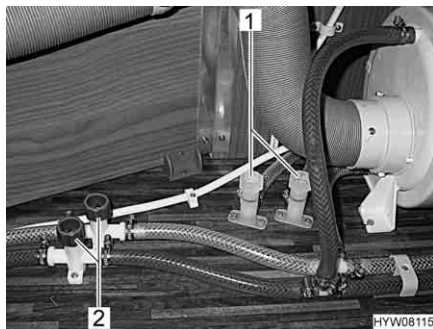

Fig. 100 Rubinetti di scarico per scaldacqua
- Aprire i rubinetti di scarico dello scaldacqua. A tal fine ruotare i coperchi (Fig. 100,1 e 2) in senso antiorario.